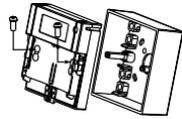

Рис. 5 - крепление корпуса к монтажной коробке
- Прикрутите корпус к монтажной коробке с помощью винтов CS3 x 30, входящих в комплект (Рис. 5)